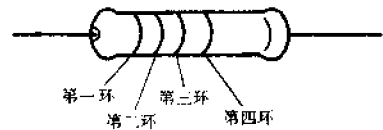

图 4-2 色环电阻
(1) 在电阻器上直接印出阻值。如  $4.7\text{k}\Omega$  的电阻器上印有“4.7k”或“4k7”字样。
(2) 用色环表示。在电阻器上印有四道色环(见图 4-2),左起第 1、第 2 环表示两位数的数值,第 3 环表示倍数,第 4 环表示阻值允许的误差。各道色环中不同颜色的含义见表 4-1 所列。表 4-2 是色环电阻的识读举例,供读者参考。